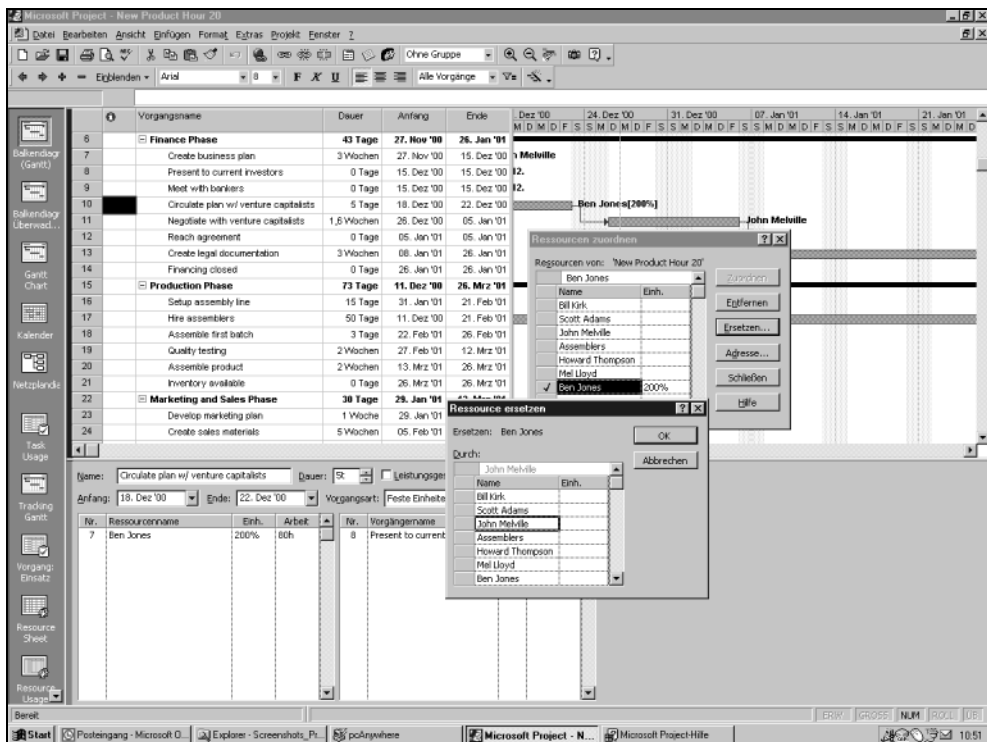

Abbildung 13.8:
4. Klicken Sie das ERSETZEN-Symbol an. Project zeigt das RESSOURCEN ERSETZEN-Dialogfenster über dem RESSOURCEN ZUORDNEN-Dialogfenster an (siehe Abbildung 13.8). In Abbildung 13.8 habe ich dieses neue Dialogfenster etwas verschoben, damit Sie auch beide Fenster sehen können.